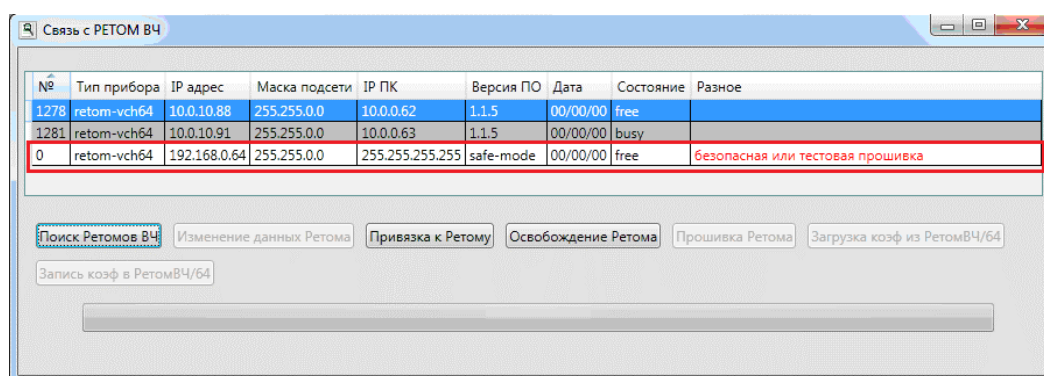

Рисунок 9.4.2.8 – Список доступных для подключения приборов РЕТОМ-ВЧ/64 в окне «Связь с РЕТОМ ВЧ»
- 5) После нажатия кнопки «Поиск Ретомов ВЧ» в верхней части окна «Связь с РЕТОМ ВЧ» появится список доступных приборов для подключения (рисунок 9.4.2.8).
6) В появившемся списке выбрать прибор с нулевым номером (рисунок 9.4.2.8). Необходимо убедиться, что IP – адрес прибора РЕТОМ-ВЧ/64 (с нулевым номером) 192.168.0.64, а в столбце «Версия ПО» должна стоять надпись «safe-mode».